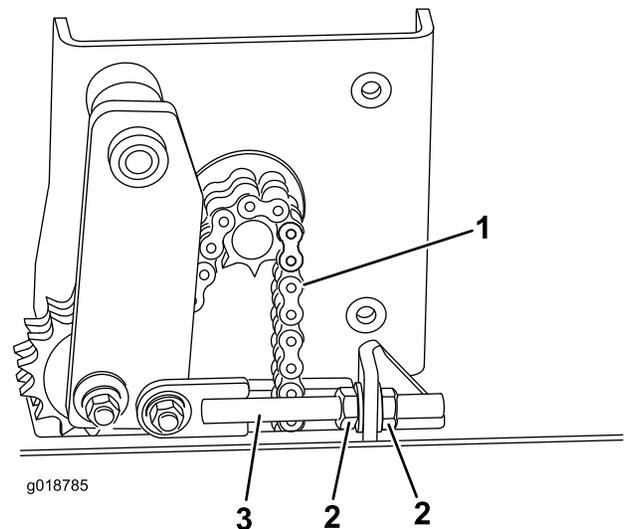

Figura 22
2. Afloje la contratuerca de la varilla tensora (Figura 22).
3. Para aumentar la tensión de la cadena, apriete la tuerca tensora hasta obtener la tensión deseada (Figura 22).